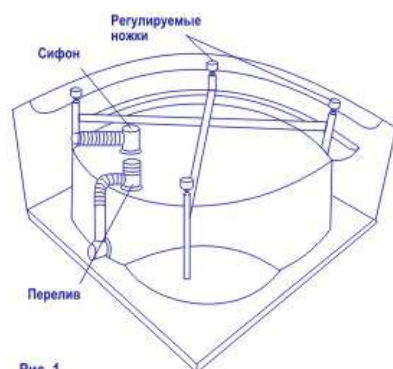

Рис. 1
1. Установить поддон, нанести герметик по краю выпускного отверстия и вставить выпуск с переливом. (Рис. 1)